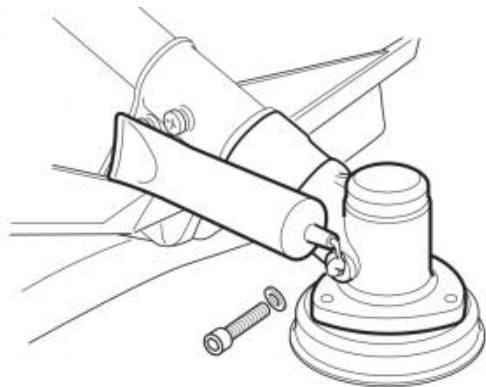

Fig. 68
2. Aggiungere un lubrificante adatto (Fig. 68).